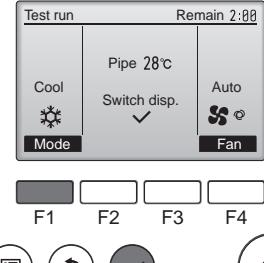

Fig. 7-3
- Для изменения режима работы нажмите кнопку [F1]. (Fig. 7-3)